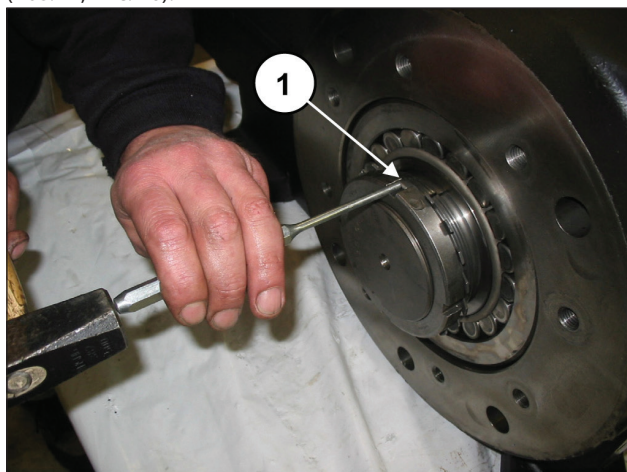

Рис. 16
Подденьте и поднимите язычок контрольной шайбы (поз. ①, Рис. 16).